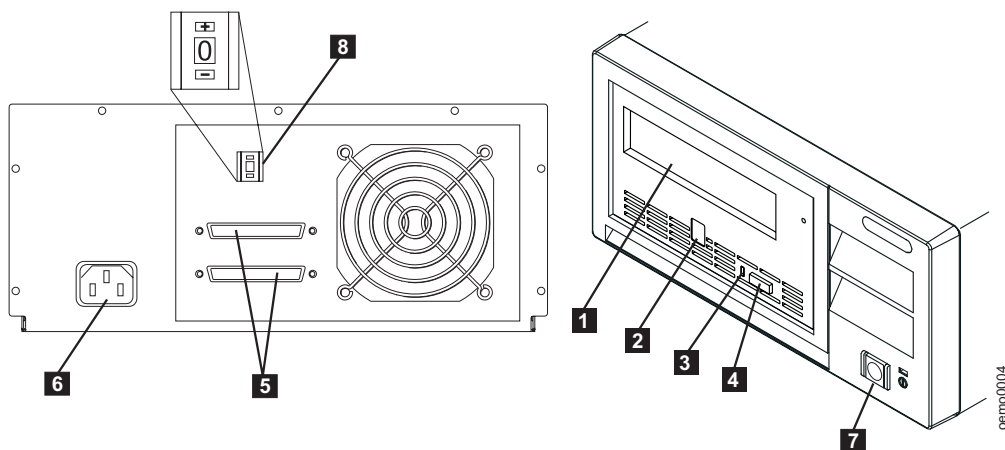

Figure 7. Composants de l'unité de bande externe modèle 440LTe.
- ___ 2. Repérez le commutateur d'adresse SCSI situé à l'arrière de l'unité (numéro **8** de la figure 7).